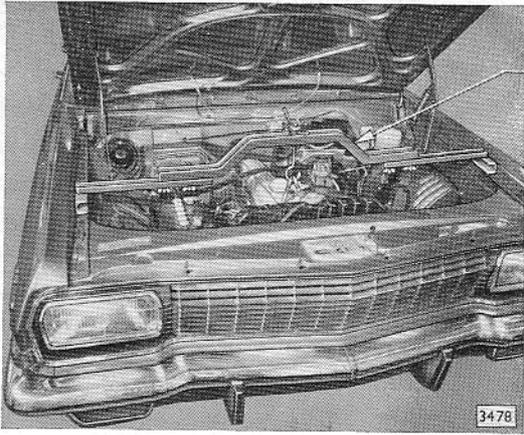

Bild 7 - Motorheber S-1244 auf linken und rechten Radeinbau aufgesetzt
5. Motorheber S-1244, wie in Bild 7 gezeigt, auf linken und rechten Radeinbau aufsetzen. Motor in Drahtseil am Motorheber S-1244 aufhängen, wobei das Seil so straff zu spannen ist, daß sich der Motor etwas von der Vorderachse abhebt und beim späteren Ausbau der Vorderachse nicht nach unten absacken kann.